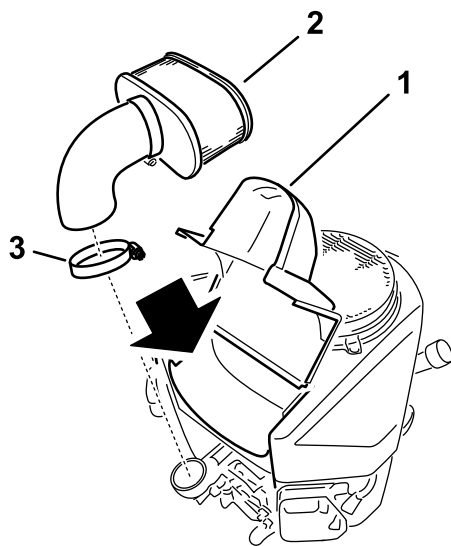

Figura 38
4. Afloje la abrazadera y retire el elemento de papel (Figura 38).